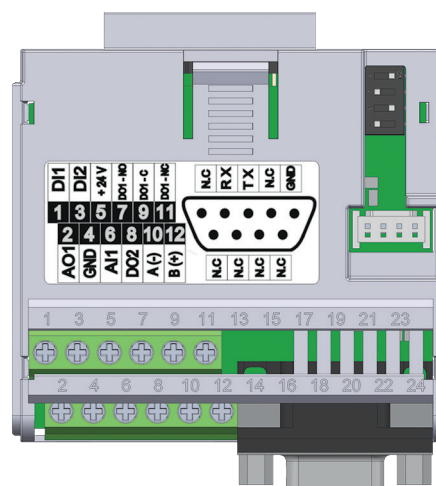

Figura 18.2: Módulo Plug-in CFW500-CRS232
O módulo plug-in CFW500-CRS232 tem a interface Serial (1) através da porta RS-485 nos bornes 10 (A-) e 12 (B+), bem como a interface Serial (2) através da porta RS-232 no conector padrão DB9, veja Figura 18.2 na página 18-1.